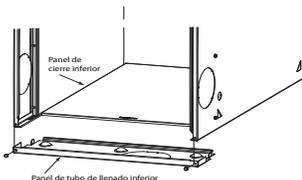

Fig. 9 – Desmontaje del panel de cierre inferior
- Incline o levante el calefactor y quite los dos tornillos que sujetan el panel de llenado inferior (consulte la Fig. 9).
1. Incline o levante el calefactor y quite los dos tornillos que sujetan el panel de llenado inferior (consulte la Fig. 9).
1. Inclíne o levante el calefactor y quite los dos tornillos que sujetan el panel de llenado inferior (consulte la Fig. 9).